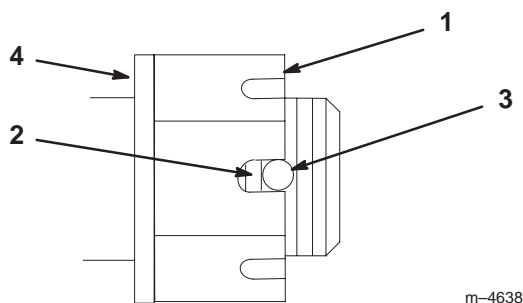

Figure 47
3. Serrez le boulon crénelé à 169 Nm (125 pieds/livres) (Fig. 47).
4. Mesurez l'espace entre la base de la fente de l'écrou et le bord intérieur du trou. On ne doit pas voir plus de deux filets (Fig. 47).
5. Si plus de deux filets sont visibles, enlevez l'écrou et placez une rondelle entre le moyeu et l'écrou (Fig. 47).
6. Serrez le boulon crénelé à 169 Nm (125 pieds/livres) (Fig. 47).
7. Serrez l'écrou jusqu'à ce que le jeu de fentes suivant soit en face du trou de l'axe (Fig. 47).